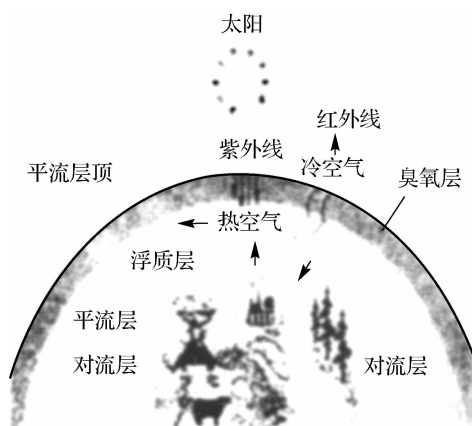

图 1-7 正常大气层的组成
(1)正常大气层的组成:太阳光穿过正常的大气层照射到地球的表面,如图 1-7 所示。